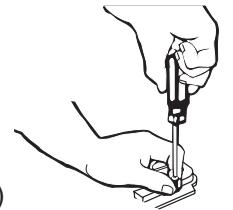

Figure 23
- 8 Aligner les trous du support antibasculement et les trous dans le plancher. Fixer le support antibasculement à l'aide des vis. (Voir la figure 23.)